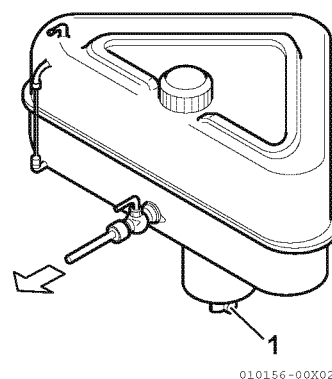

Figura 1
1. Coloque un contenedor (1, **Figura 1**) debajo del grifo de drenaje para recoger el combustible.